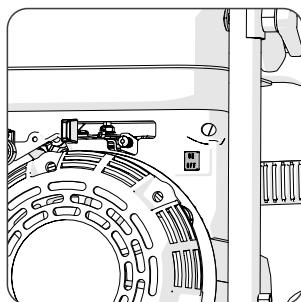

Fig. 4
- Gire el interruptor de encendido del motor a la posición de apagado ("OFF"). (Fig. 4)